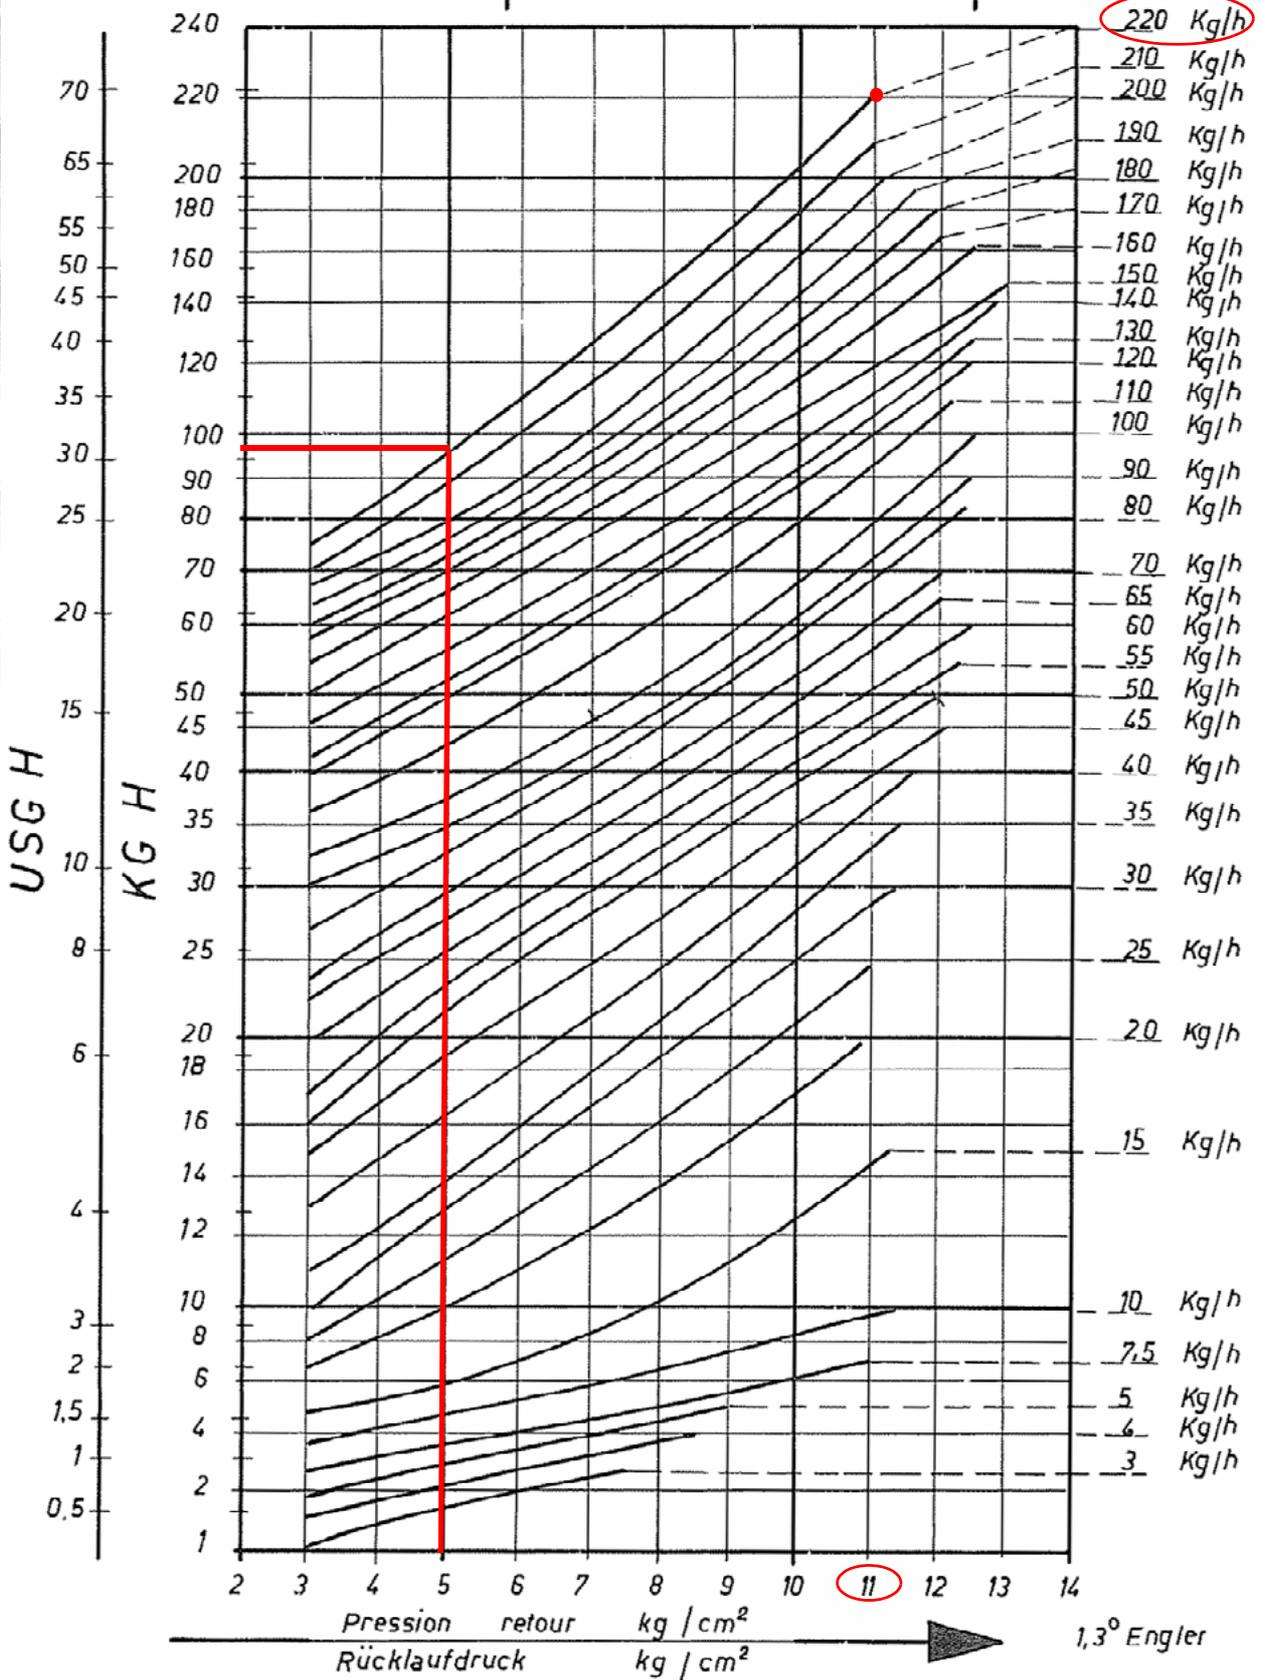
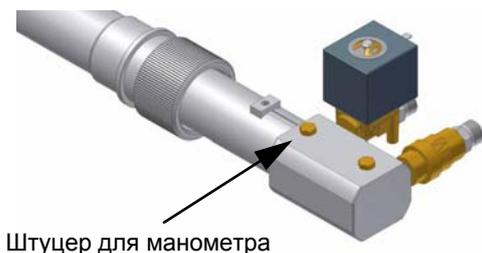

Рис. 16
Рис. 18
Расход дизельного топлива регулируется за счет выбора форсунки (противопоточного типа), соответствующего мощности котла и типу применения размера, а также регулировки давления на прямом и обратном ходе жидкого топлива, согласно данным, указанным в таблице и на графике на Рис. 15 -Рис. 16 (для считывания давления - читайте последующие параграфы).
PG91 - PG92: Bergonzo A3 (Рис. 16)
Пример: если горелка укомплектована форсункой модели BERGONZO, с расходом, равным 220 кг/час, то максимальное давление обратного хода топлива регулируется примерно на 11 бар, имея на подаче давление в 20 бар: при таких условиях достигается расход в 220 кг/час. Если же необходимо на обратном ходе иметь давление, равное 5 барам, то нужно воздействовать на регулировочный винт V регулятора давления (см. следующий параграф). Получаемый расход будет составлять примерно 95 кг/час (см. пример, приведенный далее в графике форсунок BERGONZO - Рис. 16).
- 10 Давление питания форсунки уже отрегулировано заранее на заводе-изготовителе и не должно изменяться. Только в случае необходимости, отрегулировать давление питания (см. соответствующий параграф) следующим образом: установить манометр в положение, указанное на Рис. 18, воздействовать на регулировочный винт **VR** насоса (см. Рис. 17) до получения на форсунке давления в 20 бар или 25 бар (форсунки Bergonzo или Fluidics - см. график на Рис. 15-Рис. 16);
- 11 Давление питания форсунки уже отрегулировано заранее на заводе-изготовителе и не должно изменяться. Только в случае необходимости, отрегулировать давление питания (см. соответствующий параграф) следующим образом: установить манометр в положение, указанное на Рис. 21, воздействовать на регулировочный винт **VR** насоса (см. Рис. 20) до получения на форсунке давления в 20 бар или 25 бар (форсунки Bergonzo или Fluidics - см. график на Рис. 15-Рис. 16);